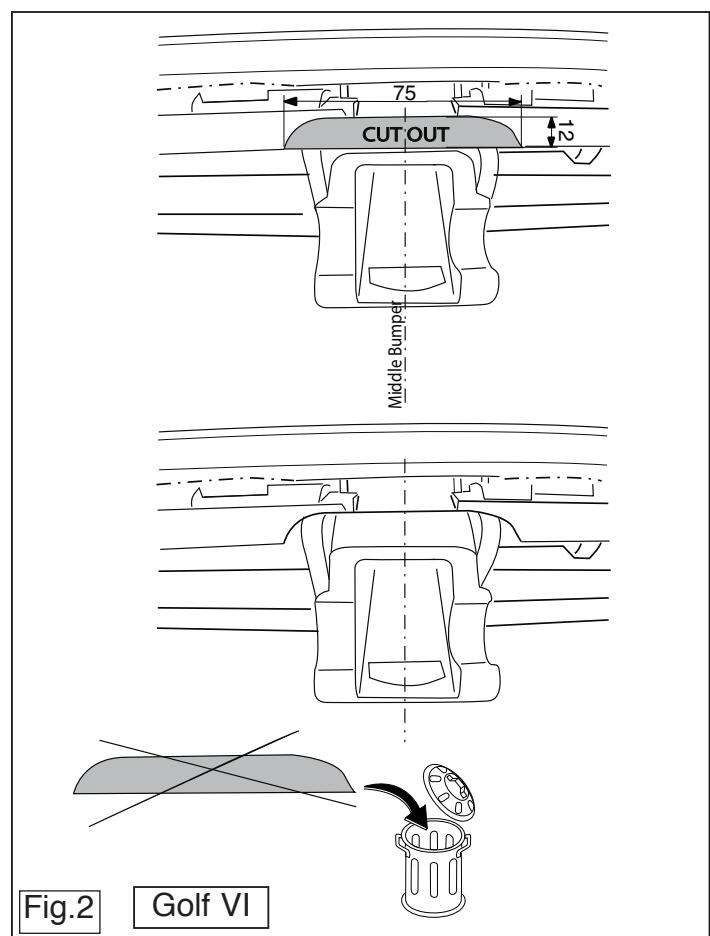

Fig.2 Golf VI
7. Gemäß Abb. 2 und 3 die angegebenen Teil heraussägen.
- 3. Säga ut delarna enligt fig. 2 och 3.